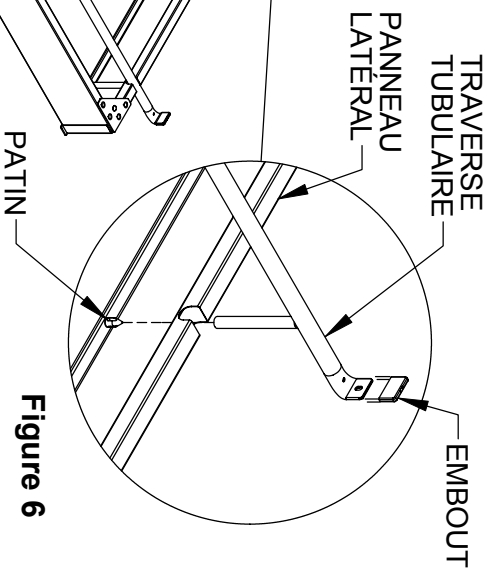

Figure 6
Step 6: Fit the CROSS TUBES into the slots in the SIDE PANELS as shown in Figure 6. Line up the outer legs on the CROSS TUBES with the posts on the brown GLIDES and press firmly in place. Slide END CAPS onto ends of CROSS TUBES and press down until END CAP snaps into place.
Étape 6 : Faire passer les TRAVERSES TUBULAIRES dans les encoches, tel qu'illustré à la Figure 6. Aligner les pieds extérieurs sur les TRAVERSES TUBULAIRES tandis que les entretoises sont placées sur les PATINS marrons, et appuyer fermement pour les mettre en place. Faire glisser les EMBOUTS sur les extrémités des TRAVERSES TUBULAIRES et appuyer sur les EMBOUTS jusqu'à ce qu'ils s'encliquent en place.